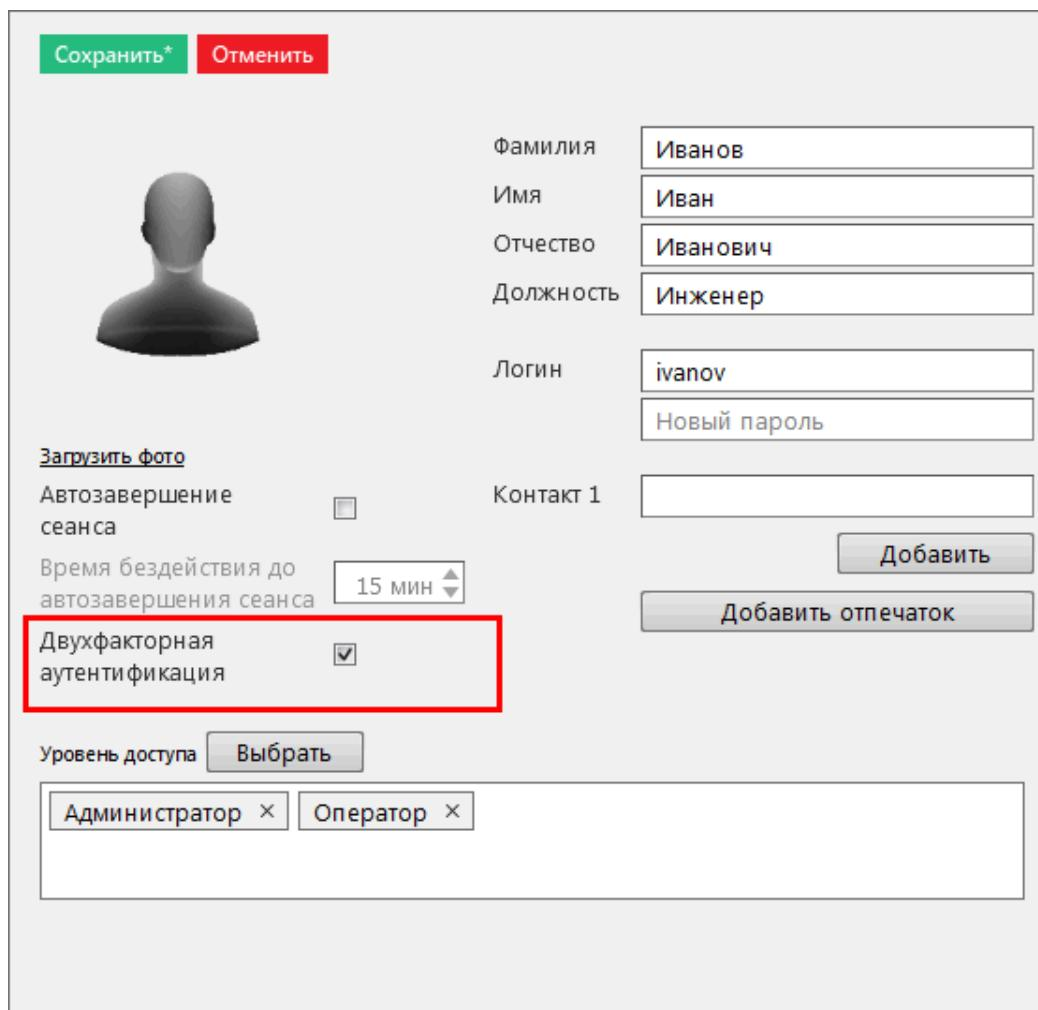

Рисунок 393 - Признак двухфакторной аутентификации
2. Создайте учетную запись в меню Учетные записи с отметкой **Двухфакторная аутентификация** (Рисунок 393).